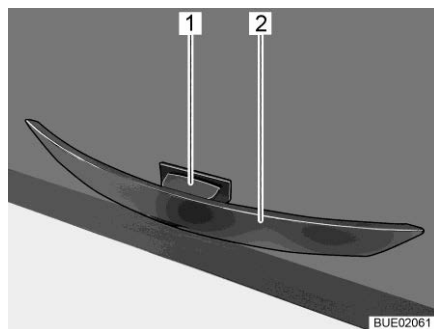

Fig. 43 Maniglia con tasto di sblocco
- Premere e tenere premuto il tasto di sblocco (Fig. 43,1).
- Tirare la maniglia (Fig. 43,2) finché lo sportello del mobile non si apre.